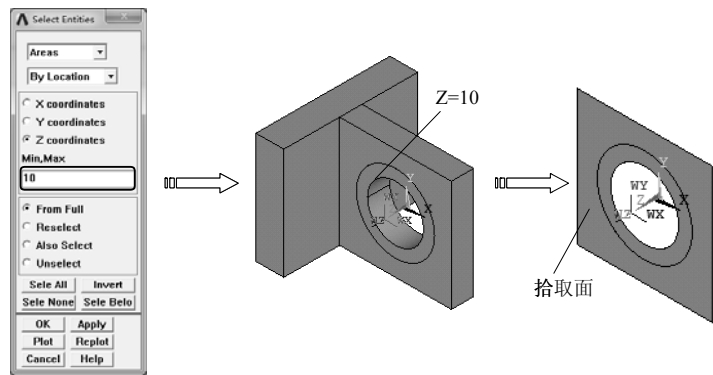

图 6-104 通过位置选取面
4) 选择“Utility Menu> Select>Entities”命令，弹出“Select Entities”对话框，选择拾取对象为“Areas”，拾取方式为“By Location”，选中“Z coordinate”选项，在“Min, Max”文本框中输入坐标值 10，单击“Apply”按钮完成选取，单击“Plot”按钮显示所选取的面，如图 6-104 所示。